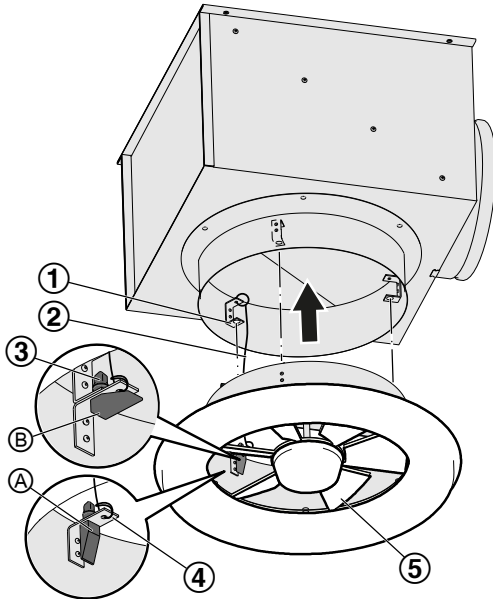

Abb. 6: Frontdurchlass anbringen
1. ▶ Die Drallflügel (Abb. 6/5) in die Offenstellung bringen, bei VDL mit elektrischem Antrieb lässt sich durch Drücken des Entriegelungstasters das Getriebe entkoppeln und die Drallflügel können von Hand verdreht werden.
2. ▶ Das Fangseil (Abb. 6/2) mit einer Schlaufe am Halter Frontdurchlass (Abb. 6/4) und mit dem Schlüsselring am Halter Anschlusskasten (Abb. 6/1) befestigen.
3. ▶ Am Frontdurchlass die drei Klemmelemente (Abb. 6/3) in Stellung (A) „Hebelposition AUF“ bringen.
4. ▶ Frontdurchlass so in der Öffnung des Anschlusskastens positionieren, dass Klemmelemente durch die Bohrungen im Halter Anschlusskasten (Abb. 6/1) geführt werden können. Frontdurchlass vollständig einsetzen und durch Umklappen in Hebelposition (B) „ZU“ bringen.